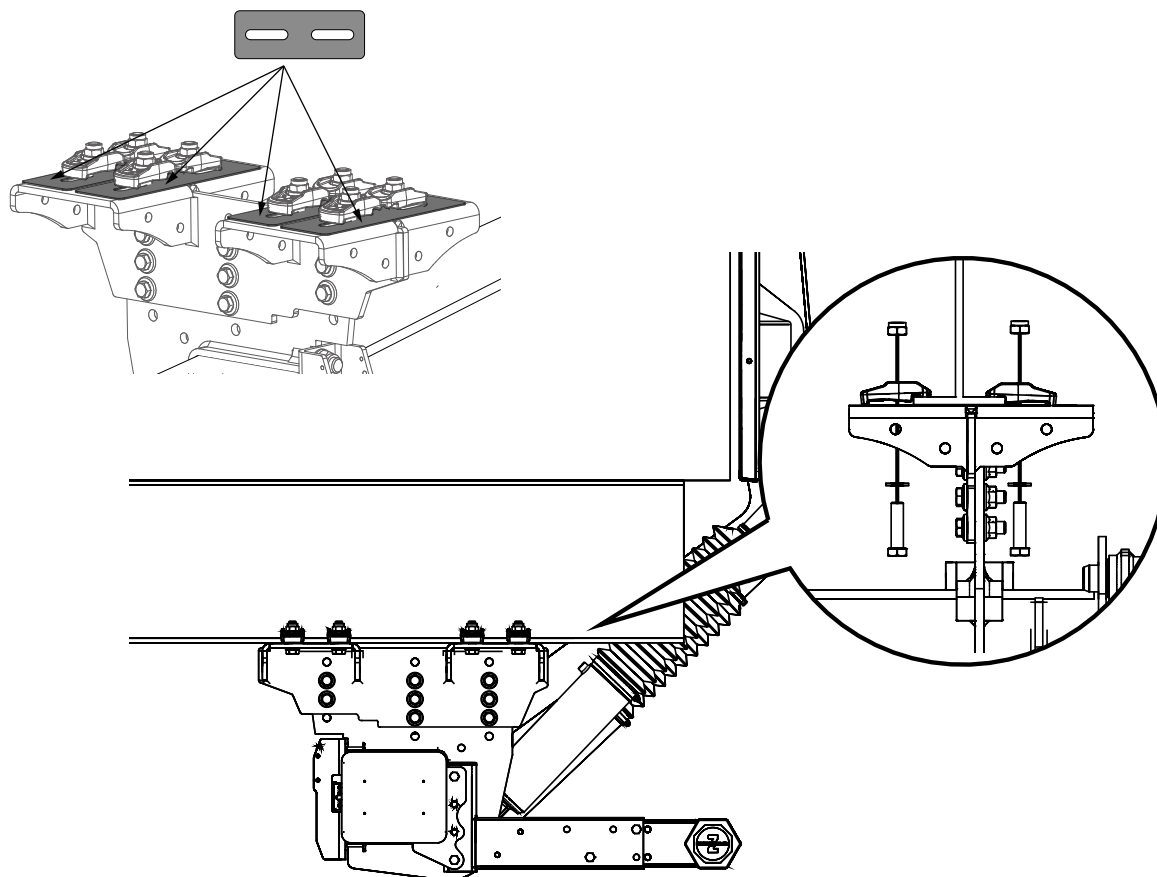

Bild 28. Montera lyftstommen mot trailerramen med hjälp av klämfästena
8. Montera lyftstommen mot trailerramen med hjälp av klämfästena. Se Bild 28. Dra åt skruvarna med hjälp av en momentnyckel. **Åtdragningsmoment: 180 Nm.**